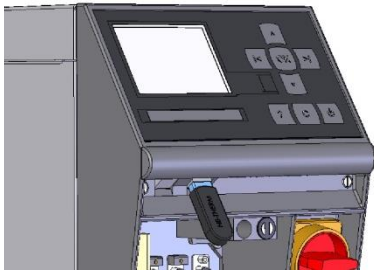

Fig. 64: Ligar o dispositivo USB
2. Ligar o dispositivo USB (Fig. 64).